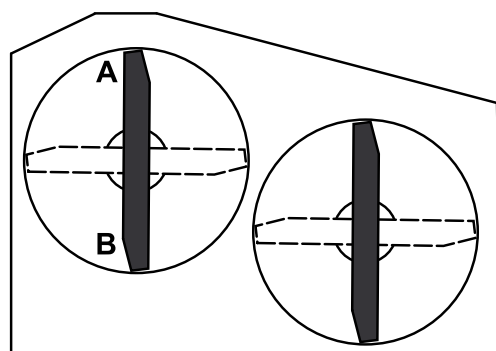

Figura 56
- Disponete una lama in posizione longitudinale rispetto alla macchina. Misurate ai punti **A** e **B** da una superficie piana fino al tagliente della punta della lama (Figura 56).